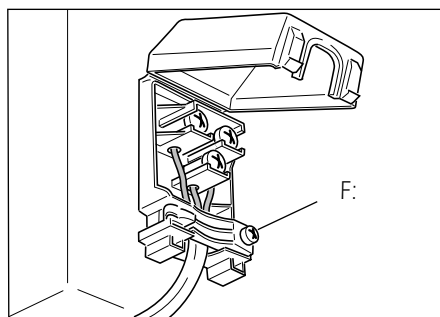

Figura 8
- Aprire il fermo del cavo svitando la vite "F" (figura 8), svitare le viti del morsetto e rimuovere il cavo.